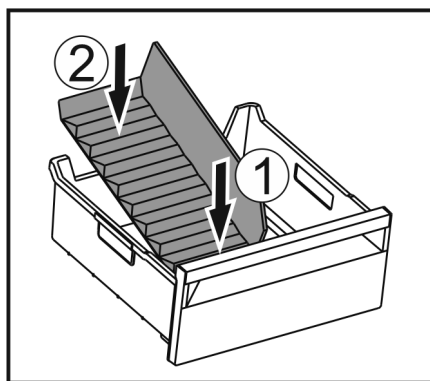

Fig. 68
- Sätt in frysfacksdelarens främre del. Fig. 68 (1)
- Sänk ned frysfacksdelarens bakre del till lådans botten. Fig. 68 (2)